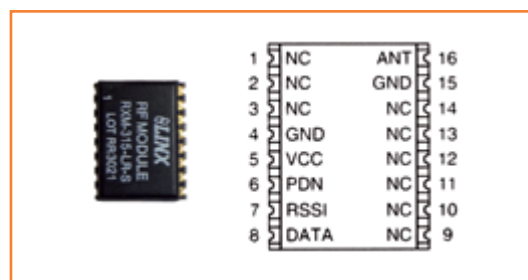

Figura 2.
**Figura 2** es una copia del anterior pero, ahora, describiendo el módulo receptor.